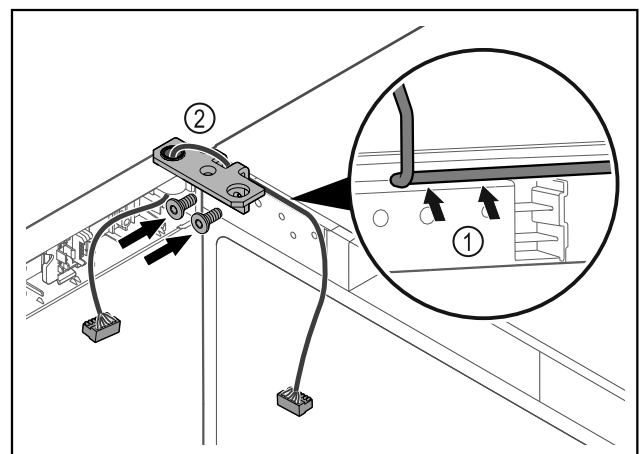

Fig. 61
- ▶ Кабель провести через виїмку шарнірного кутика і обережно прокласти Fig. 61 (1).
- ▶ Накрутити шарнірний кутик Fig. 61 (2).